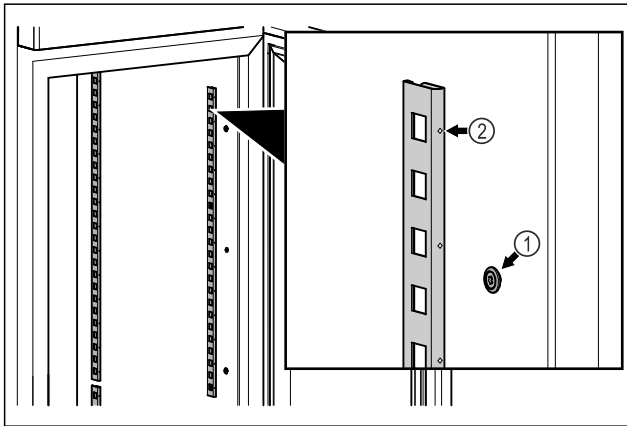

Fig. 48 Przykładowa prezentacja
- ▶ Zaczepić listwę zaczepową w mocowaniu Fig. 48 (1). Zaznaczenie Fig. 48 (2) musi być skierowane do przodu.